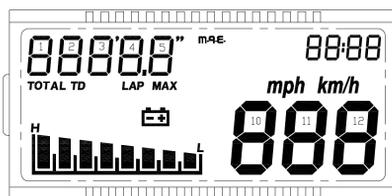

Fig. 18
- 2^a pagina (ad ogni accensione dello strumento): Check di tutti i segmenti dell'lcd per circa 3 sec. (fig. 18).